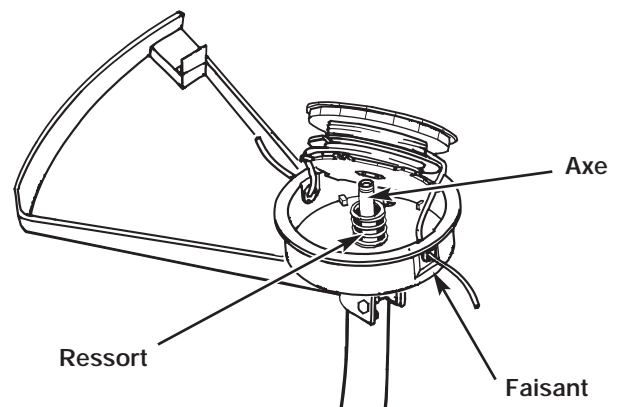

Fig. 18
8. Enfoncer la bobine tout en faisant avancer le fil dans les oeillets. Vérifier que le ressort se positionne correctement dans la bobine (Fig. 18).